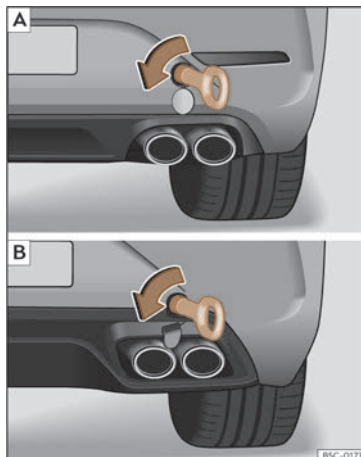

Fig. 51 No lado dereito do parachoques traseiro: argola de remolque roscada. [A] Leon Sportstourer; [B] Leon.
- Enrosque a argola de remolque na cavidade, xirándoa ao máximo **no sentido contrario ao das agullas do reloxo**» **fig. 51** » **!**. Use un obxecto adecuado co que poida enroscar totalmente e con firmeza a argola de remolque na súa cavidade.